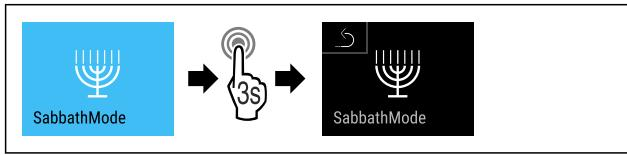

Fig. 15
- Provedte kroky postupu (viz Fig. 15).